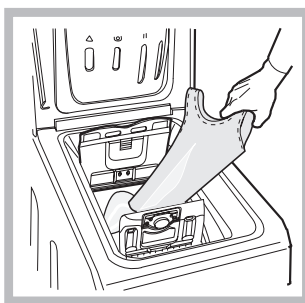

Рис. 3
C) ЗАГРУЗКА СТИРАЛЬНОЙ МАШИНЫ (рис. 3).